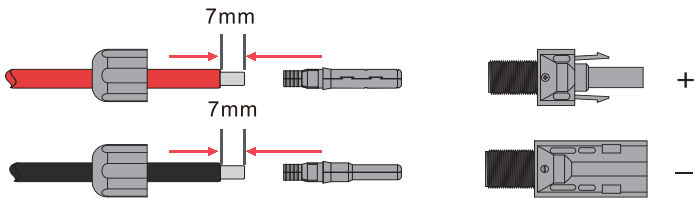

Figura 4.1-1 Cables y enchufes FV
Paso 1. Pele el aislamiento del cable fotovoltaico 7 mm, desmonte la tuerca de sombrerete del conector y pase un cable fotovoltaico por la tuerca de sombrerete del conector. Repita esta operación con todos los cables FV, prestando especial atención a la polaridad del conector, tal y como se muestra en la Figura 4.1-1.